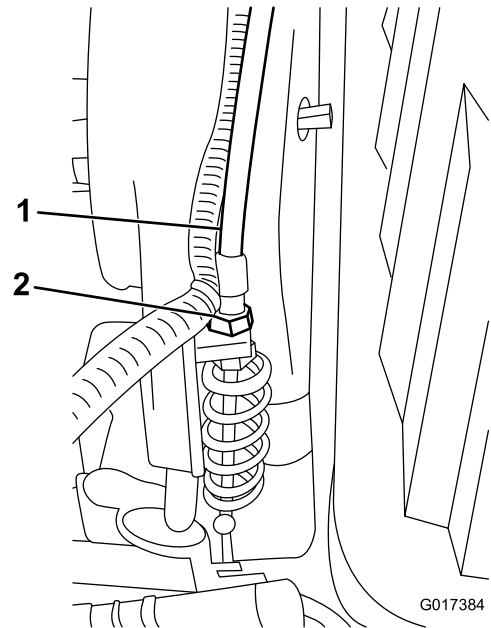

Bild 49
3. Stellen Sie den Spindelbowdenzug am Getriebeschott (Bild 49) ein, um eine Federlänge von 70,6-72,4 mm zu erhalten.